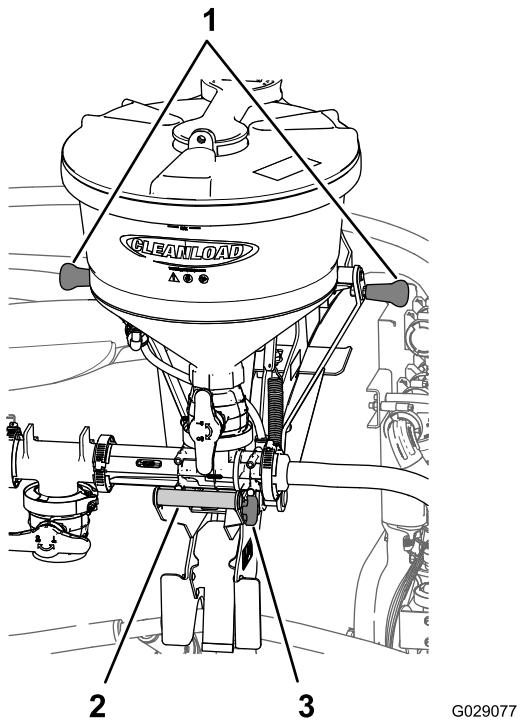
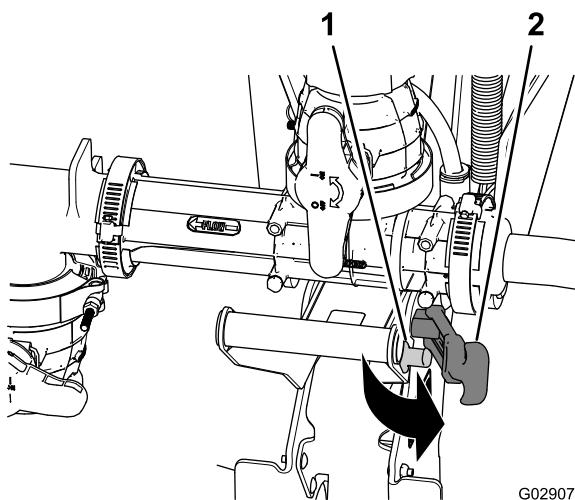
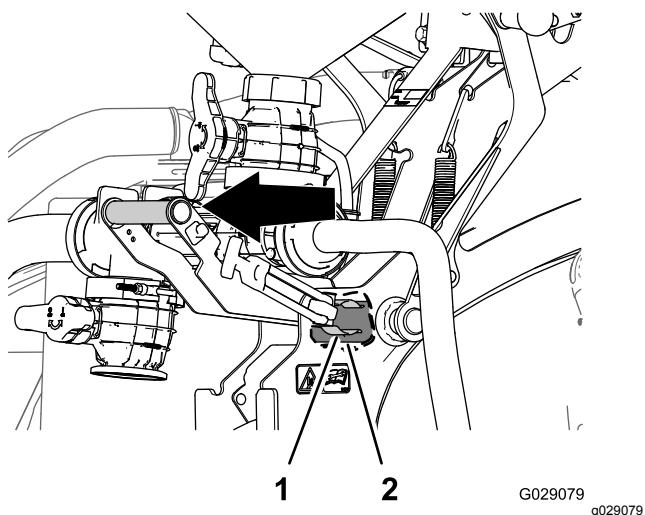
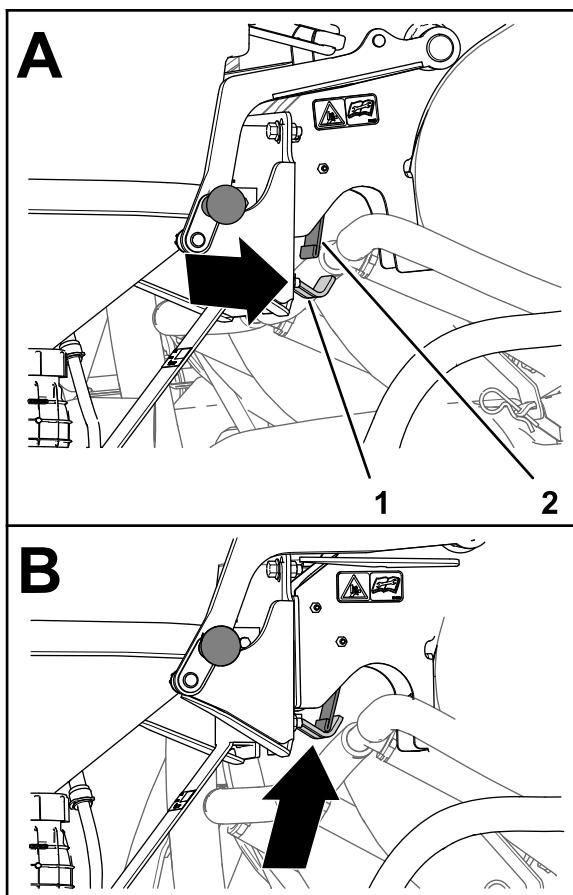

Figura 35
Figura 36
Figura 37
Figura 40
1. Agarre no manípulo do misturador e empurre a pega do trinco para fora do perno do trinco (Figura 35 e Figura 36).
para fora até que o clipe com mola se solte do tubo articulado (Figura 35 e Figura 37).
5. Quando o trinco da placa posterior estiver debaixo da placa da mola (A de Figura 40), rode o manípulo do misturador para dentro de forma a que a parte do gancho do trinco fique alinhada por detrás da placa da mola (B de Figura 40).
1. Agarre a pega na parte superior da cavidade além do manípulo do misturador e puxe o manípulo do misturador para fora até que a parte do gancho do trinco esteja alinhada para fora com a placa de mola (Figura 37 e Figura 40).
4. Empurre o manípulo do misturador de forma a que o gancho suba para a barra do trinco e o clipe da mola encaixe totalmente em redor do tubo articulado (Figura 37).
5. Puxe a pega do trinco para o perno do trinco (Figura 36).